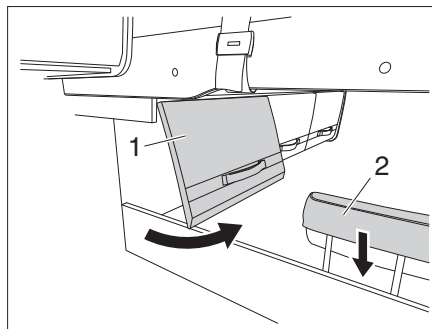

Bild 157 Staufach-Klappe und Kopfstütze
- Staufach-Klappe (Bild 157,1) öffnen.
- Kopfstütze (Bild 157,2) absenken.